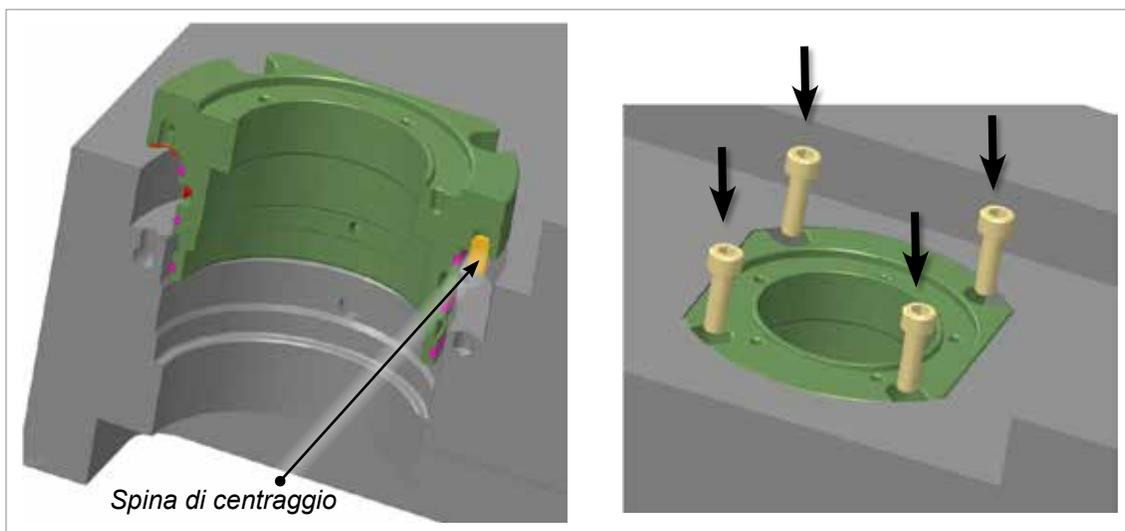

Figura 11-20 Fissaggio del corpo esterno alla piastra del collettore.
Accertarsi che la spina di centraggio del corpo esterno si trovi sul lato della spina di centraggio della piastra del collettore e che l'O-ring sia in posizione sul corpo esterno. Vedere la Figura 11-20.
1. Fissare il corpo esterno alla piastra del collettore utilizzando viti a esagono incassato. Serrare a una coppia di 15 Nm (11 ft-lb). Vedere la Figura 11-20.